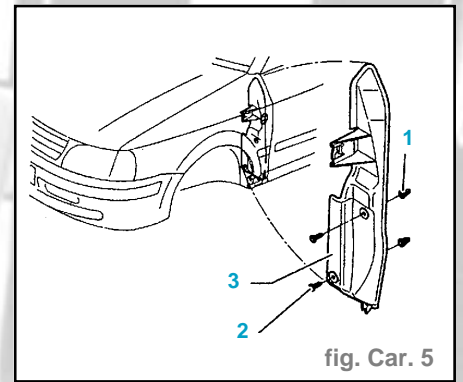

fig. Car. 5
- Dévisser les vis -2- des clips d'écartement -1- (couple de serrage 2,5 N.m) (fig. Car. 5).